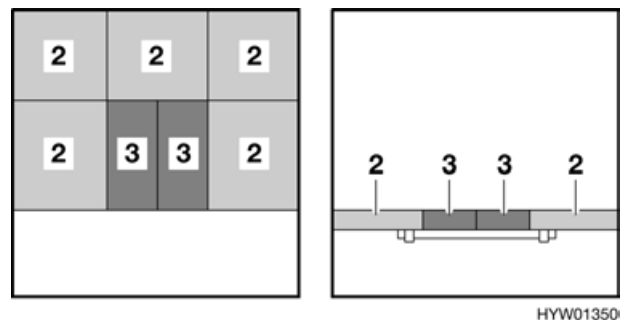

Bild 57 Nach dem Umbau
- Die Rückenpolster (Bild 57,3) in die Mitte legen.